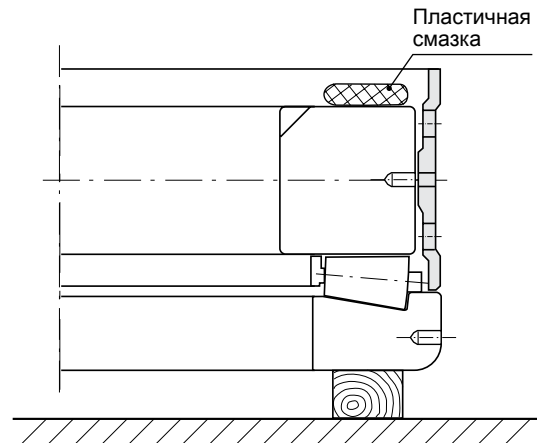

Рис. 3.40
- (4) Установите проставку наружного кольца (на которую нанесена тонким слоем пластичная смазка) на торцевую поверхность (бурт) наружного кольца (**Рис. 3.40**).